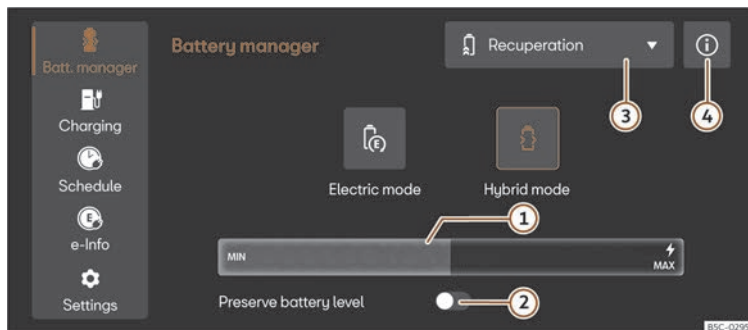

Fig. 116 În sistemul Infotainment: meniul Manager baterie
- Selectați **modul electric** sau **modul hibrid** în sistemul Infotainment. Mai multe informații despre modul de funcționare pot fi găsite în ① >>> **fig. 116** ④.
Explicație pentru >>> **fig. 116:**